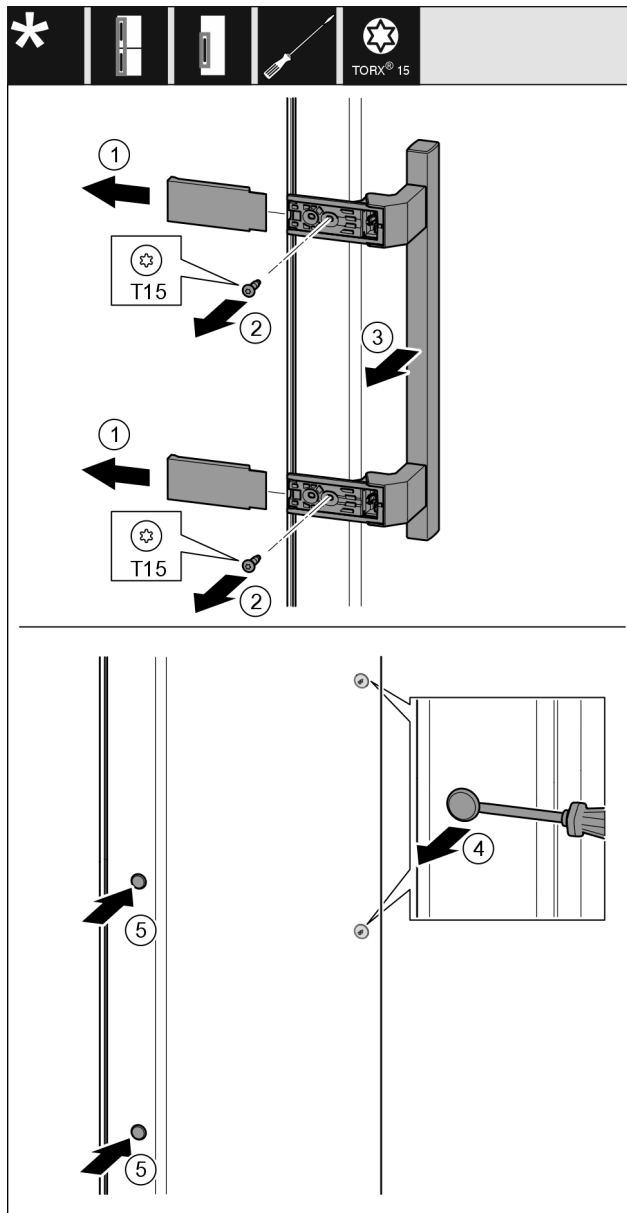

Fig. 19
- ▶ Štáhněte kryt Fig. 19 (1).
- ▶ Šroubovákem vyšroubujte šrouby Fig. 19 (2).
- ▶ Sejměte madlo Fig. 19 (3).
- ▶ Postranní zátku Fig. 19 (4) opatrně plochým šroubovákem nadzvedněte a vytáhněte.
- ▶ Zátku Fig. 19 (5) opět vložte na druhou straně.